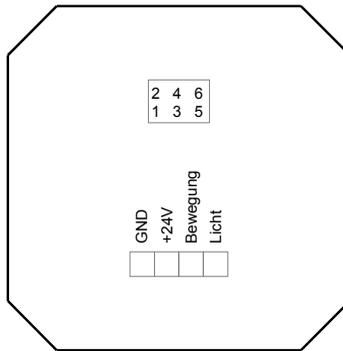

Abbildung 25: Messpunkte für Funktionstests
- Führen Sie folgende Widerstandsmessungen durch und vergleichen Sie die Ergebnisse mit den vorgegebenen Werten, sollten diese um mehr als $\pm 15\%$ abweichen, muss Ihnen beim Löten ein Fehler unterlaufen sein, welcher beseitigt werden muss, bevor Sie fortfahren können. Die Anschlusspunkte sind in Abbildung 25: Messpunkte für Funktionstests eingezeichnet.